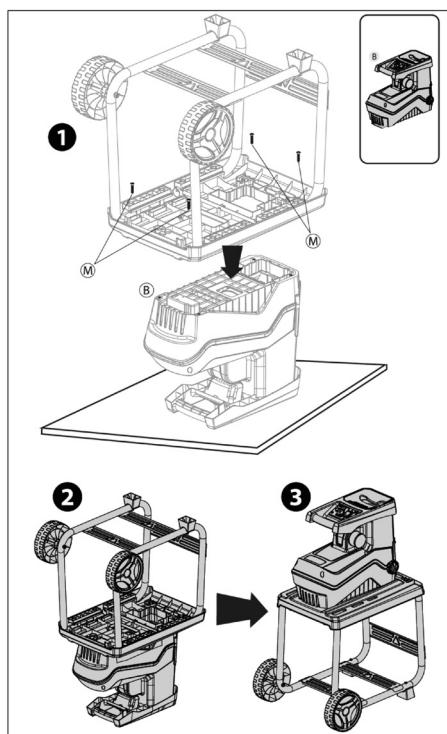

Рис. 4
3. Переверните верхнюю часть корпуса и положите на ровную поверхность. Затем установите и выровняйте на нем основную раму. Убедитесь, что основная рама расположена правильно (Рис. 4).